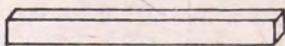

Fig. No. 2 (6)
**Travesaños:** estos dan el ancho de la despensa. Medidas: 50 cms largo, por el mismo ancho y grosor de la figura No. 2.